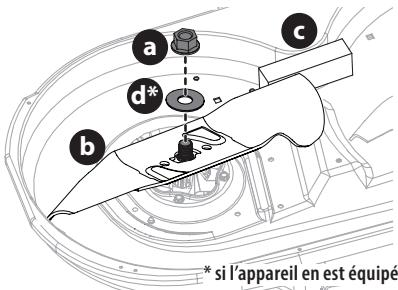

Figure 46
2. Placez un cale de bois (c) entre le carter du plateau de coupe et le tranchant de la lame (b) pour aider à débloquer l'écrou hexagonal (a) et la rondelle (d)* qui fixe la lame (b). Utilisez une clé de 15/16 po pour desserrer l'écrou hexagonal (a) et la rondelle (d)* (Figure 46).
3. Lorsque vous réinstallez la lame, assurez-vous de suivre les étapes ci-dessous (Figure 46) :